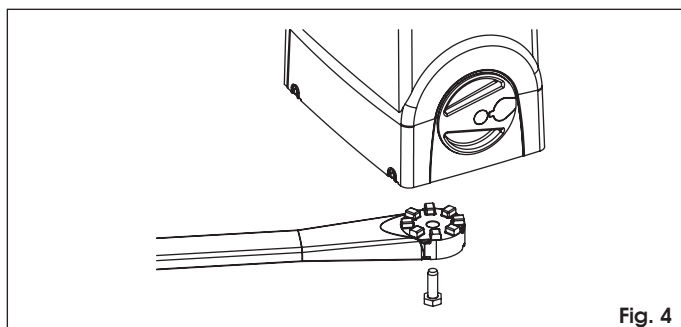

Fig. 4
- Fije el brazo al operador tal y como se indica en las instrucciones del operador, Fig. 4.